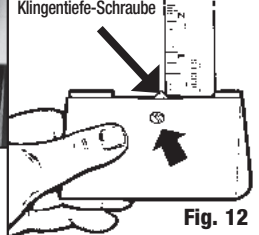

Fig. 12
hauteur, en sens inverse vous l'augmentez. (Fig. 12)
1. Ajuste de la profundidad de la cuchilla de bisel – Al girar el tornillo de ajuste de la profundidad hacia adentro (en el sentido del reloj) se disminuirá la profundidad y al girar el tornillo hacia afuera (contra el sentido del reloj) aumentará la profundidad. (Fig. 12). Si el grosor está puesto correctamente, la cuchilla pasa el cartón y ralla el cartón trasero muy levemente.
1. Einstellung der Tiefe der Schrägschnittklinge- Drehen Sie die Tiefeneinstellungsschraube nach innen (im Uhrzeigersinn), um die Tiefe der Klinge zu vermindern und drehen Sie die Schraube nach außen (gegen den Uhrzeigersinn), um die Tiefe zu erhöhen (Abb. 12).